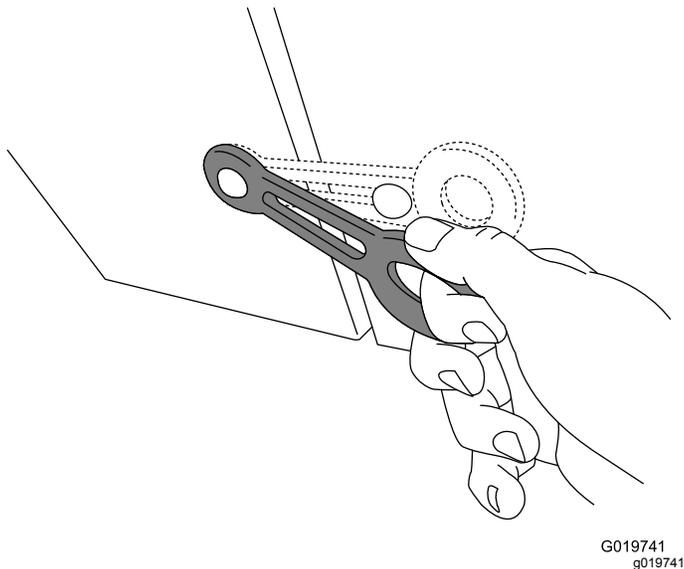

Figure 16
4. Fermez le capot du moteur et verrouillez-le (Figure 16).